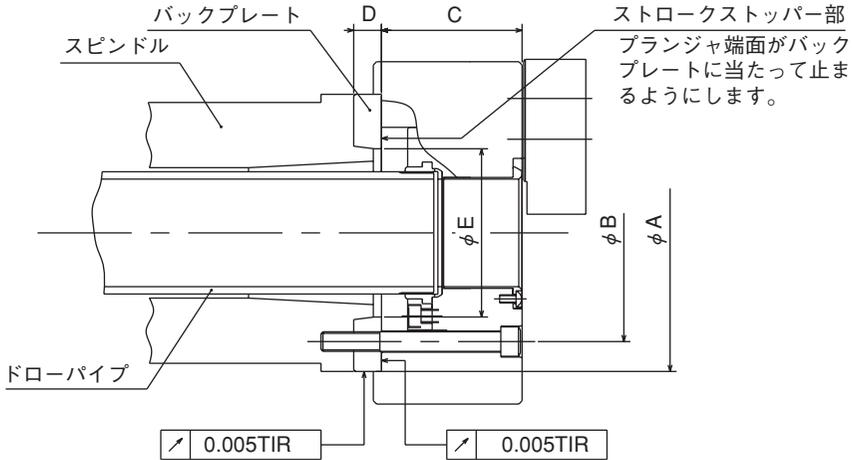

図19
- 図19はJISショートテーパ規格の場合である。
- バックプレートはプランジャンナットを引いた際に、プランジャンナット端面がバックプレートに当たって止まるような寸法（図19の寸法φE）とすること。ストロークが規定よりも大きくなると、チャックの破損や把握不良の原因となる。